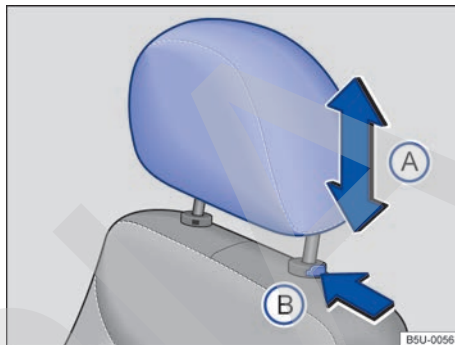

Fig. 38 Desmonte el apoyacabezas delantero.
- Presionar la tecla → fig. 38 (B) en el sentido de la flecha. Retirar el apoyacabezas con la tecla presionada.
- Empuje el apoyacabezas totalmente hacia abajo con la tecla → fig. 38 (B) presionada.